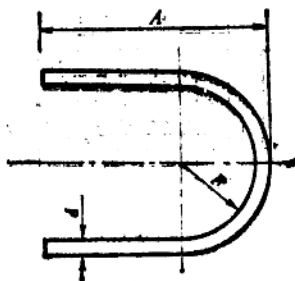

图 6
2. 有 $\alpha = 180^\circ$ 的 U 形圆钢弯曲件如图 6 所示, 弯曲内半径 $R = 100\text{mm}$, 圆钢直径 $d = 10\text{mm}$, $A = 250\text{mm}$, 计算展开料长 L 为多少毫米?